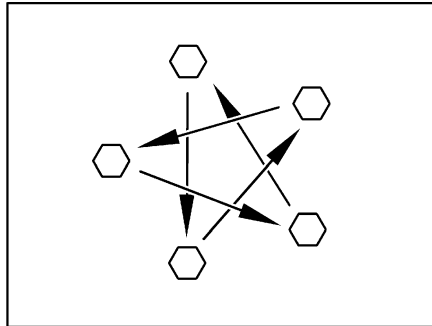

Fig. 158 Apretar las tuercas o los tornillos de las ruedas en forma de cruz
- Comprobar periódicamente que las tuercas o tornillos de las ruedas estén firmemente apretados. Reajustar en forma de cruz (Fig. 158) las tuercas o tornillos después de cambiar una rueda, al cabo de 50 km. Par de apriete, véase apartado 15.5.2.
- ▷ Apretar en forma de cruz las tuercas o los tornillos de las ruedas (Fig. 158).